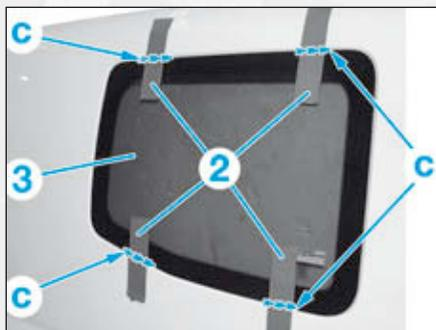

FIG.11
- Effectuer un montage à blanc de la vitre fixe latérale arrière (3) (Fig.11).
- Positionner des rubans adhésifs (2).
- Couper les adhésifs (2) en (c).
- Déposer la vitre fixe (3).